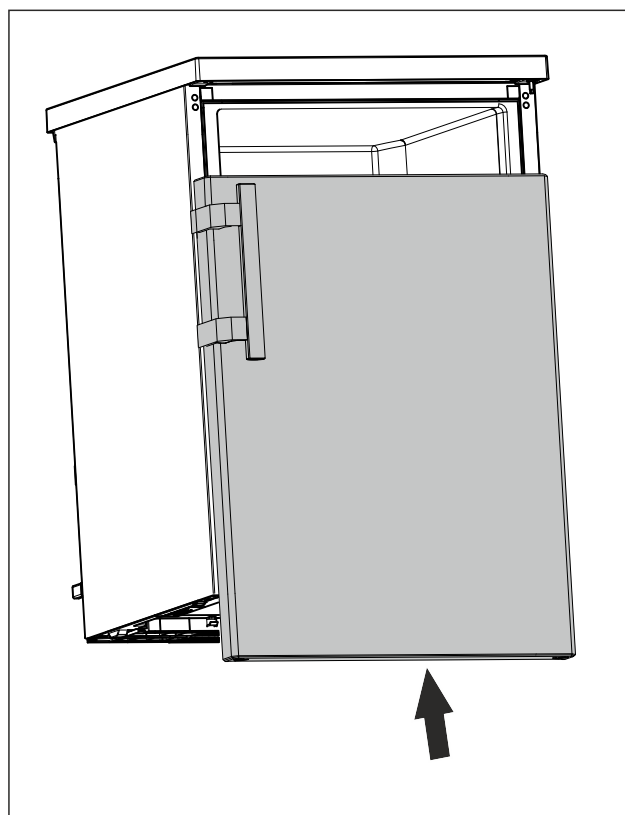

Fig. 20
- ▶ Pousser la porte fermée sur l'axe supérieur. (voir Fig. 20)